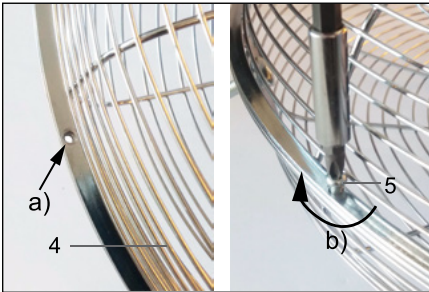

Fig.26: Montaggio griglia di protezione
4. Posizionare la seconda metà della griglia di protezione (4) sulla griglia di protezione con il blocco motore e il rotore.
*I fori delle due metà devono sovrapporsi. Si veda fig. 26 a).*
5. Innanzitutto inserire tutte le viti a croce (5) negli appositi fori delle due metà della griglia.
6. Poi stringere le viti in sequenza diagonale ruotandole in senso orario, fig. 26 b).